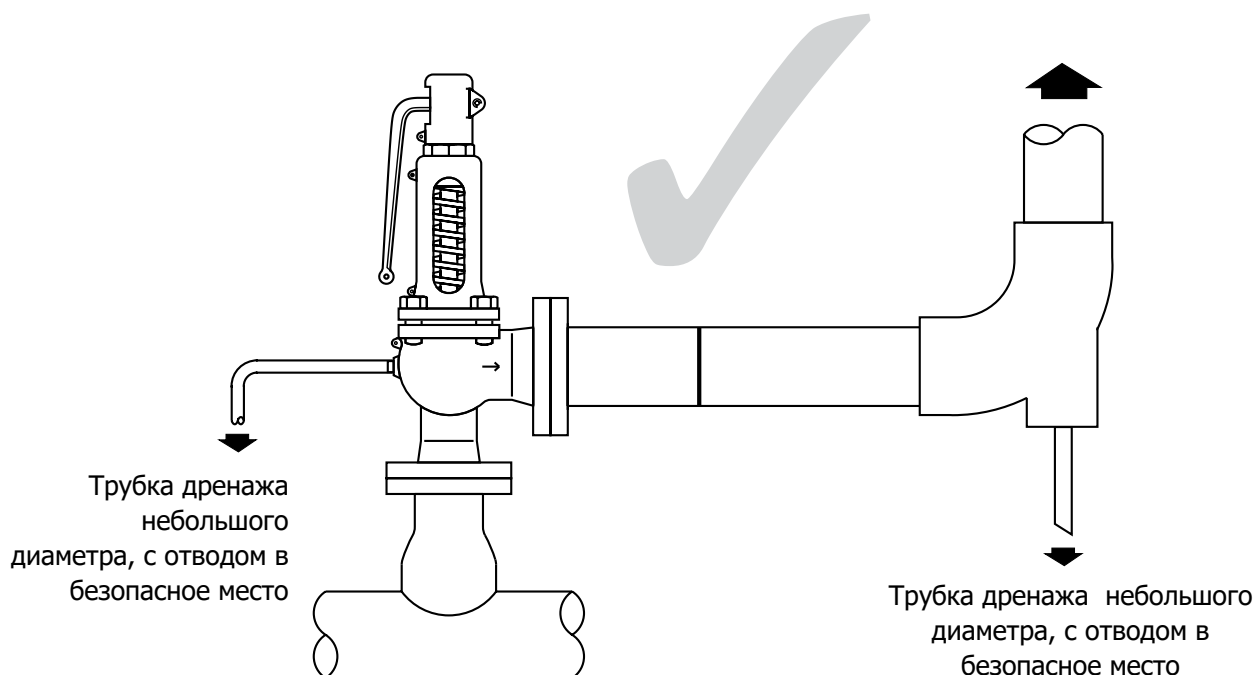

Рис. 5
- h.** Если трубопровод сброса среды направлен вверх, в самой низкой точке необходимо предусмотреть дренажное отверстие (рис. 5). Дренаж должен быть организован таким образом, чтобы исключить создание шума или угрозу для здоровья людей.
- i.** Если существует вероятность накопления конденсата в корпусе клапана, необходимо удалить пробку дренажа корпуса (дет. 22), подсоединить дренажную трубку и направить её в безопасное место (рис. 5).